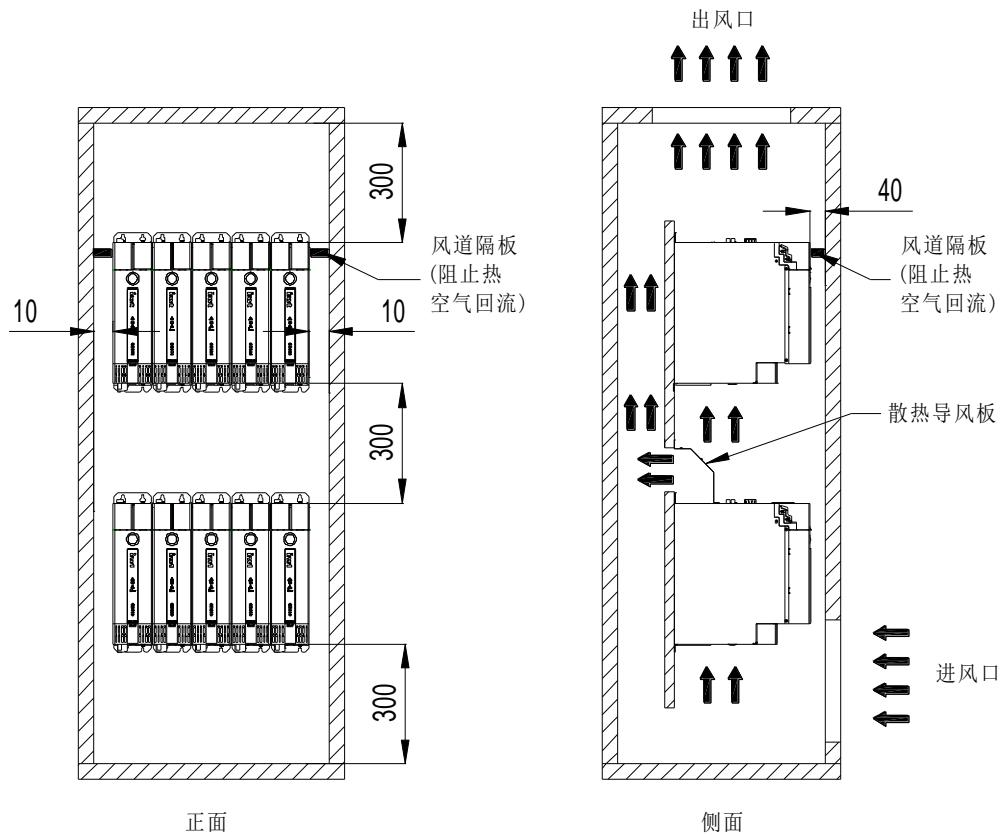

图 4-3 多台单元并排安装空间（上述尺寸为最小极限尺寸，单位：mm）
- 2、需上下安装的场合，单元周围需预留相应散热空间，以确保散热良好，请参考图 4-3。
- 在需上下安装的场合，需安装散热导风板，请参考图 4-3。
- 对被动排风（出风口不安装系统排风扇）的情况下，必须安装风道隔板，阻止热空气回流，请参考图 4-3。